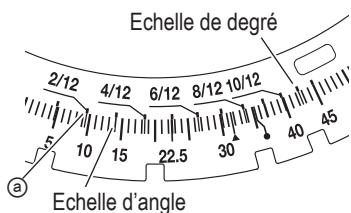

Fig. 31
- (1) Déverrouiller la table de scie à onglet en soulevant la poignée de verrouillage d'onglet.
- (2) Tout en appuyant légèrement sur le levier de cran positif jusqu'à ce qu'il accroche le levier d'encliquetage, saisir la poignée de verrouillage d'onglet et tourner la table à gauche ou à droite à l'angle souhaité.
- (3) Une fois l'angle d'onglet souhaité obtenu, enfoncez la poignée de verrouillage d'onglet pour sécuriser la table sur la position.
- (4) Si l'angle d'onglet souhaité est un des neuf crans positifs listés ci-dessous, voir la section Levier d'encliquetage d'onglet à la page 55.
- (5) Utiliser la DEL d'éclairage et positionner la pièce sur la table pour le préalignement de votre coupe.
- (6) L'échelle d'onglet (Fig. 31) indique à la fois l'angle de coupe de l'échelle d'angle et le degré de l'échelle de degré.
- (8) En conséquence, pour couper une pièce à un angle de 2/12, régler l'indicateur sur la position ②, comme indiqué à la Fig. 31.